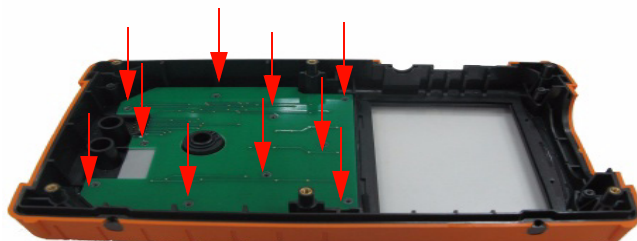

図8-11 フロント・カバーの10個のネジを外す
- 2 下の図8-11に示すネジを緩め、キーパッド・インタフェース・ボードを取り外します。